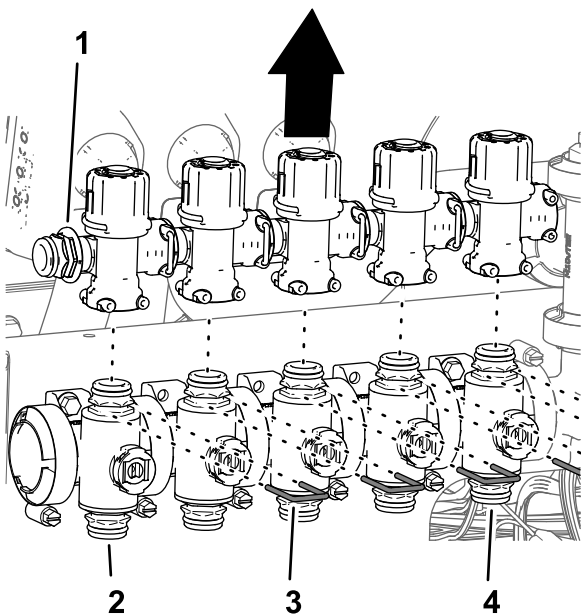

Bild 101
4. Entfernen Sie die Halter, mit denen die Sicherheitsventile an den Düsenventilen 1 bis 7 befestigt sind (Bild 101).
5. Nehmen Sie die Sicherheitsventile von den Düsenventilen 1 bis 5 ab (Bild 101).